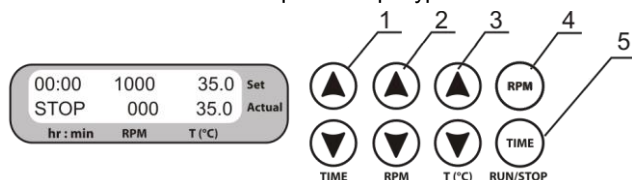

Рис. 3. Панель управления
- 5.2.1. Одновременно нажмите кнопки **RPM RUN/STOP** и **TIME RUN/STOP** (рис. 3/4 и 3/5) чтобы посмотреть версию ПО прибора (PV-XX).
- 5.4.1. **Установка времени (TIME).** С помощью соответствующих кнопок ▼ и ▲ **TIME** (рис. 3/1), установите необходимый интервал времени в часах и минутах (шаг 1 мин.).
- 5.4.2. **Установка скорости (RPM).** С помощью соответствующих кнопок ▼ и ▲ **RPM** (рис. 3/2), установите необходимую скорость (шаг 10 об/мин).
5.4.3. **Установка температуры** (Т, °С). С помощью соответствующих кнопок ▼ и ▲ Т (°С) (рис. 3/3), установите необходимую температуру (шаг 0,1°С).
5.5.2. Нажмите кнопку **RPM RUN/STOP** (рис. 3/4). При этом начинается движение платформы и таймер начнет отсчет установленного интервала времени (с точностью до 1 мин.).
5.7. При необходимости, можно перезапустить таймер во время его работы. Для этого дважды нажмите кнопку **TIME RUN/STOP** (рис. 3/5), первый раз для остановки таймера, второй — для повторного запуска.